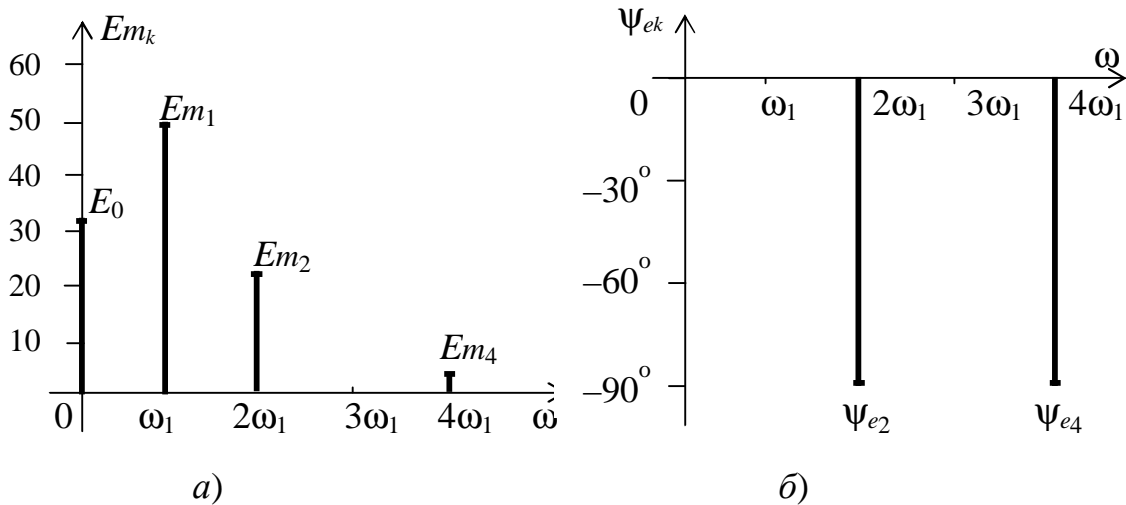

Рис. 4.3. Спектры амплитуд (а) и фаз (б) входного сигнала к примеру
2. Построенные графики спектров амплитуд и начальных фаз напряжения источника изображены на рис. 4.3 а, б.